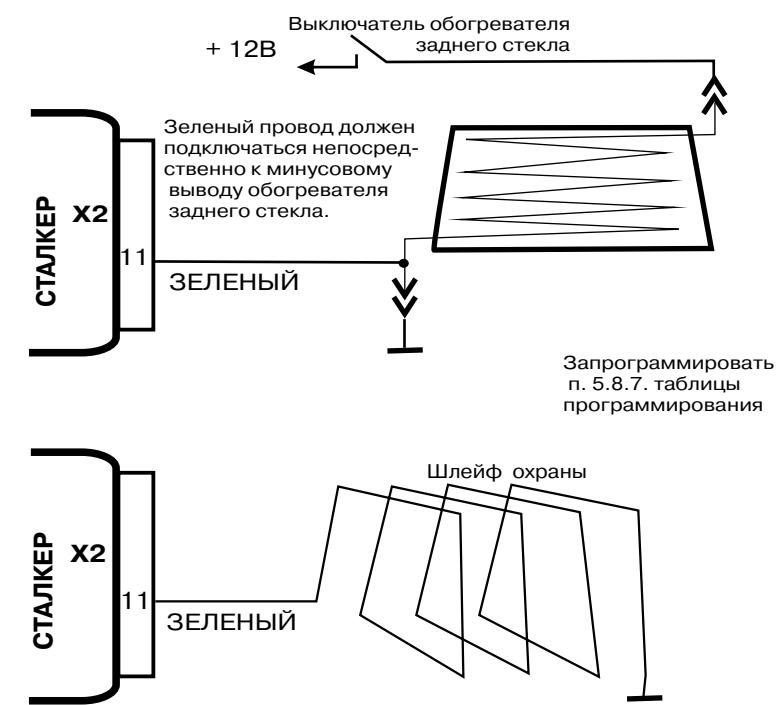

Рис. 2. Варианты подключения зоны охраны аксессуаров
5. В качестве зоны охраны можно также использовать сервисный(-) вход X2/11 - см.рис.2.
При снятии заднего стекла злоумышленник получает доступ к аксессуарам, находящимся внутри автомобиля. Чтобы отреагировать на покушение, в автомобильном охранном комплексе СТАЛКЕР 600LAN3 предусмотрена зона охраны аксессуаров (рис.2). При предварительно запрограммированном п.5.8.7 ее срабатывание происходит в момент разрыва контакта между сервисным входом X2/11 и -12В.